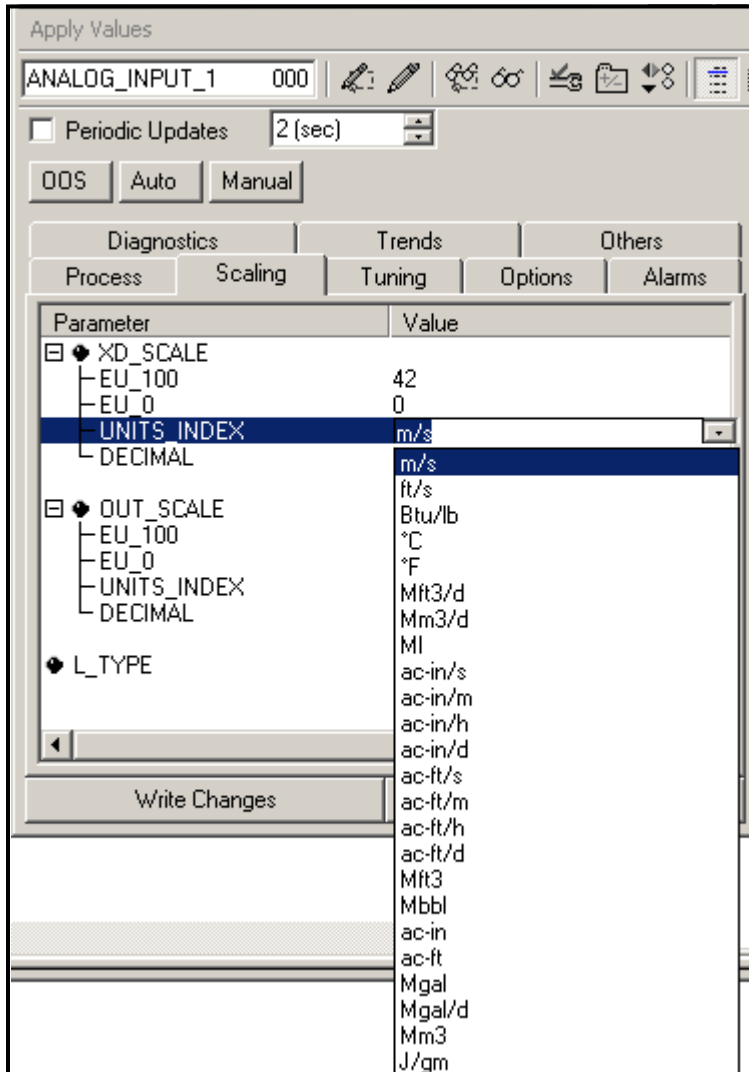
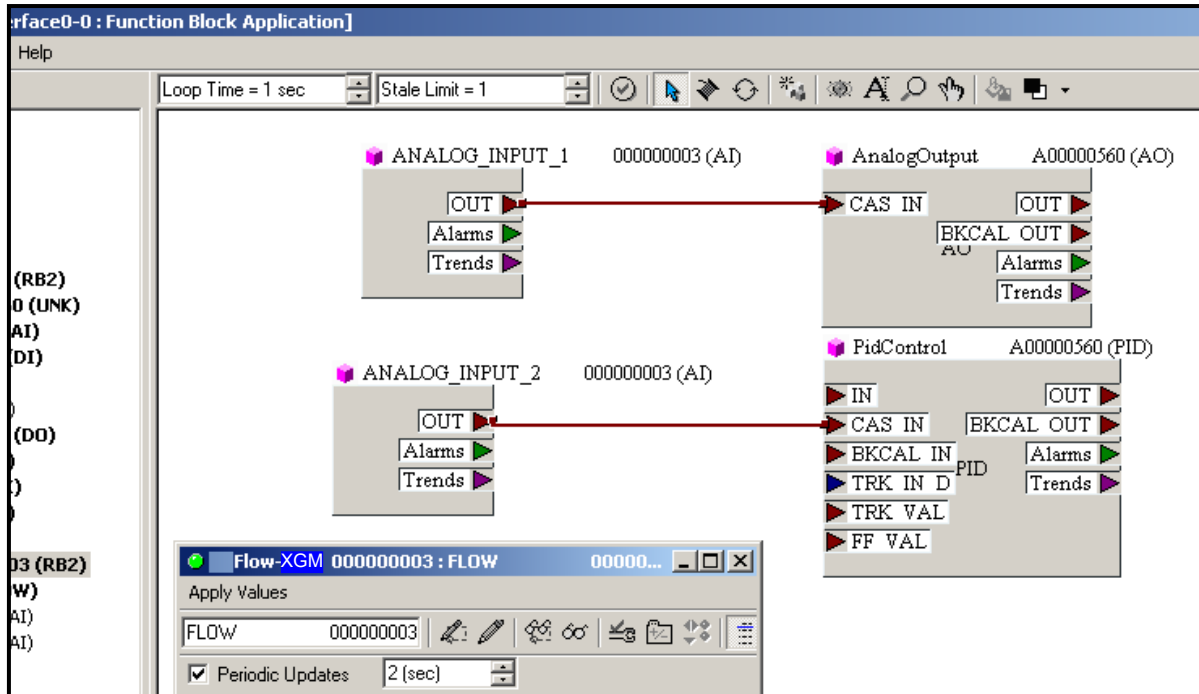

Figure 55: Liste déroulante Index des unités
Figure 57: Function Block Application
2. Cliquez sur [Enregistrer le site sur PC]. Une fenêtre similaire à la Figure 55 s'ouvre.
3. La fenêtre Sélection de fichier de site (comme dans la Figure 55) s'ouvre. Entrez le nom du site souhaité (maintenant avec un suffixe .prt) et cliquez sur [Enregistrer]. PanaView affiche une version texte du site, comme illustré à la Figure 57.